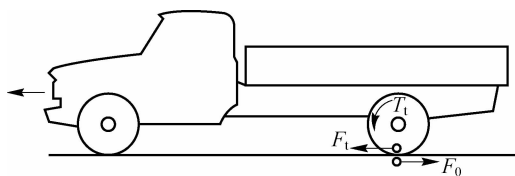

图 1-6 汽车行驶驱动力产生的原理图
(1) 驱动力。汽车必须有足够的驱动力。发动机发出的转矩经过汽车传动系统施加给驱动车轮的转矩为 $T_t$ ,力图使车轮旋转。在 $T_t$ 的作用下,驱动车轮与路面接触区域对路面施加作用力 $F_0$ ,路面对车轮施加一个数值相等、方向相反的反作用力 $F_t$ , $F_t$ 就是汽车行驶的驱动力。汽车行驶驱动力产生的原理图如图1-6所示。